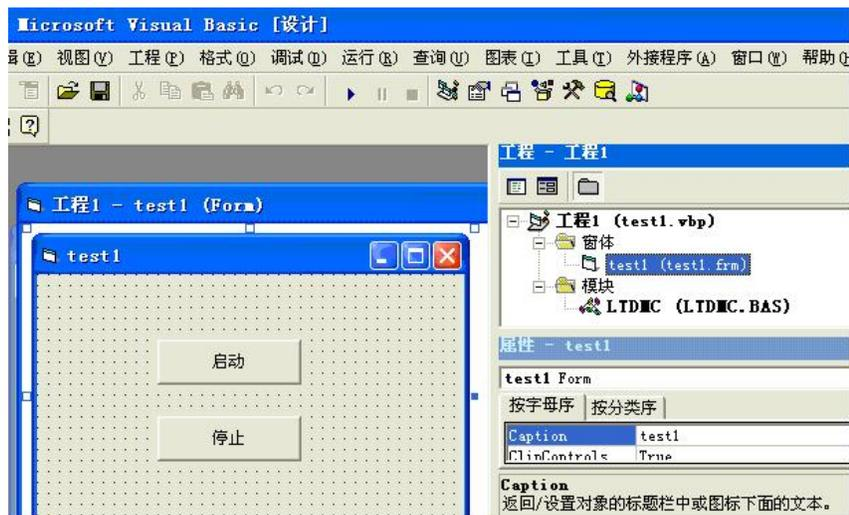

图 6.4 添加头文件
5) 菜单中选择“工程”->“添加模块”->“现存”, 找到 test1 目录下的 LTDMC.bas 文件, 添加到工程中, 如图 6.4 所示。